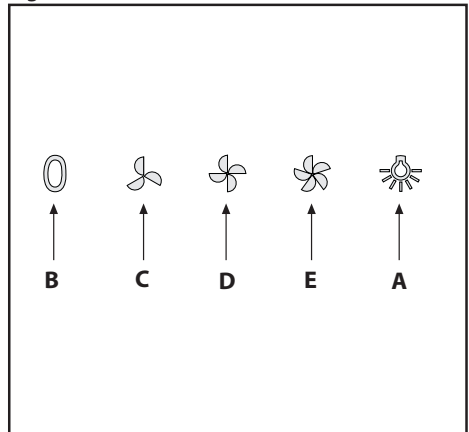

Fig.5
• **Bedienung:** (Abb.5) die Symbolbezeichnungen sind folgend wiedergegeben: